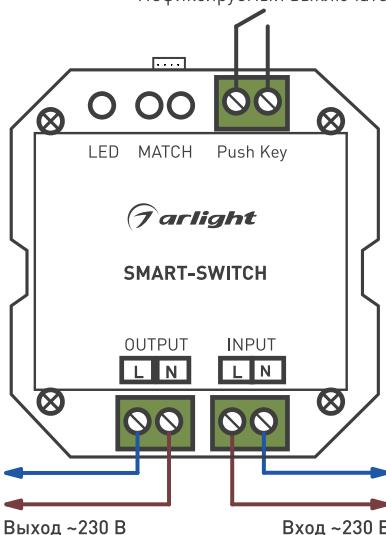

Рисунок 1. Схема подключения выключателя
- 3.2. Подключите нагрузку к выходу OUTPUT выключателя, соблюдая порядок подключения проводов [см. рис. 1].
3.3. Подключите обесточенные провода электрической сети к входу INPUT выключателя, соблюдая порядок подключения проводов [см. рис. 1].